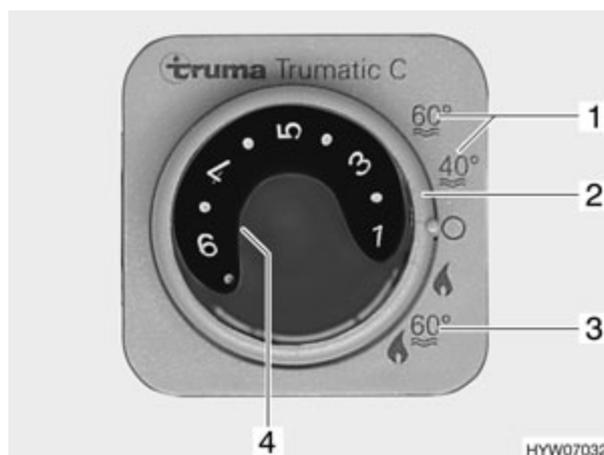

Fig. 137 Unité de commande pour chauffage/chauffe-eau
Le chauffe-eau est intégré dans le chauffage à air chaud et fonctionne au gaz (variante 1) ou au gaz et à l'électricité (variante 2). Le chauffe-eau est mis en service au niveau de l'unité de commande (Fig. 137) à l'aide de l'interrupteur tournant (Fig. 137,2). Le sélecteur de source d'énergie (Fig. 138) permet de présélectionner le type d'énergie (variante 2).
En régime hiver "Chauffage et chauffe-eau" (Fig. 137,3), l'eau du chauffe-eau est automatiquement chauffée lors de la mise en marche du chauffage à air chaud. Si le chauffage à air chaud s'arrête à la température ambiante désirée, le chauffe-eau continue de chauffer jusqu'à obtention de la température d'eau sélectionnée.
En régime été (Fig. 137,1), seulement l'eau du chauffe-eau est chauffée à 40 °C ou 60 °C. Il faut environ 1 heure pour que l'eau atteigne 60 °C. Le voyant de contrôle jaune (Fig. 137,4) s'allume pendant la phase de chauffage du chauffe-eau.
- Placer l'interrupteur tournant (Fig. 137,2) de l'unité de commande (Fig. 137) sur "Régime été" (Fig. 137,1).
Le voyant de contrôle jaune (Fig. 137,4) s'allume pendant la mise en température. La mise en température est terminée lorsque la température d'eau sélectionnée est obtenue. Le voyant de contrôle jaune s'éteint.
- Placer l'interrupteur tournant (Fig. 137,2) de l'unité de commande (Fig. 137) sur "0".
- ▷ Si le chauffe-eau sur l'unité de commande (Fig. 137) est réglé sur régime été (Fig. 137,1) et que sélecteur de source d'énergie est réglé sur régime mixte (Fig. 138,4 ou 5), le chauffe-eau ne fonctionne, cependant, qu'en régime 230 V. Le brûleur à gaz ne s'enclenche pas.
La combinaison régime au gaz et régime électrique 230 V permet de raccourcir la période de chauffage (uniquement possible lorsque le chauffe-eau sur l'unité de commande (Fig. 137) est réglé sur régime hiver).
- Placer l'interrupteur tournant (Fig. 137,2) de l'unité de commande (Fig. 137) sur "O".